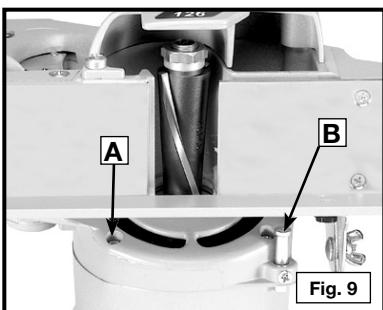

Fig. 9
Inmediatamente detrás de la bisagra (charnela) (A) Fig. 9 delantera de la guía y debajo de la caja de motor (B), hay un perno que está sujetado por un tornillo. Este es el perno de tope de la guía que se usa para ajustar rápidamente y exactamente la guía para cortes repetidos del mismo ángulo. Haga el ajuste deseado y trábelo con los tornillos manuales (A) Fig. 9. Con un desatornillador (desarmador) afloje el tornillo y suelte el perno. Coloque el perno con la cabeza contra el lado de la guía, como está ilustrado en Fig. 9. Apriete bien el tornillo. Ahora la guía puede ajustarse para hacer ángulos más pequeños y volverse rápidamente a su ángulo original simplemente con recolo-carla contra el perno de tope.